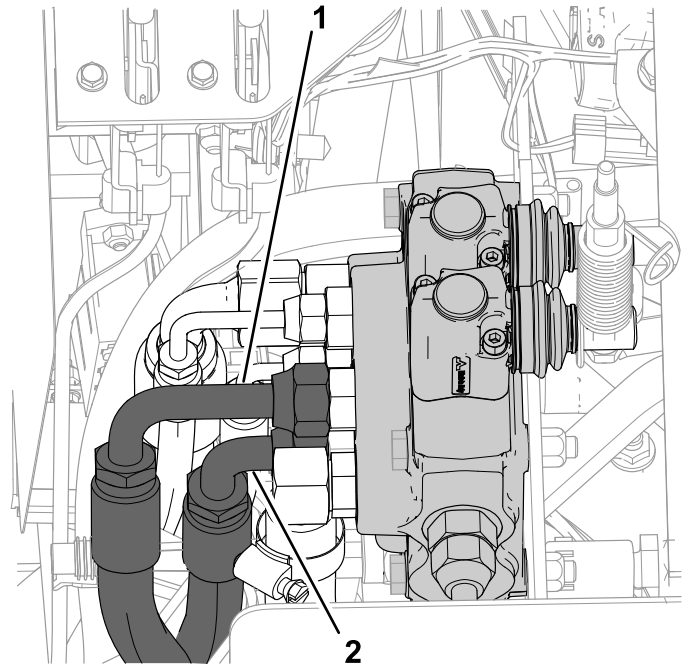

**Figure 8**
8. Débranchez les flexibles hydrauliques montrés à la Figure 8 de la vanne du levier de commande hydraulique.